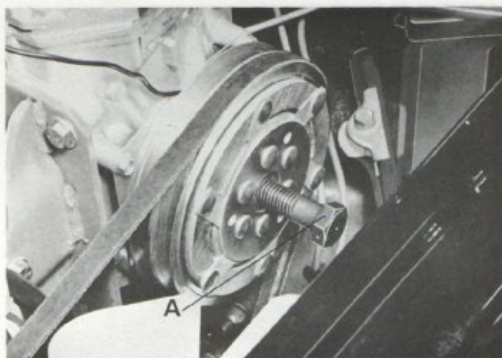

Bild 39. Demontering av kompressorremskiva
2. Dra av remskivan från axeln genom att gänga i en 5/8" UNC skruv i centrum (bild 39).